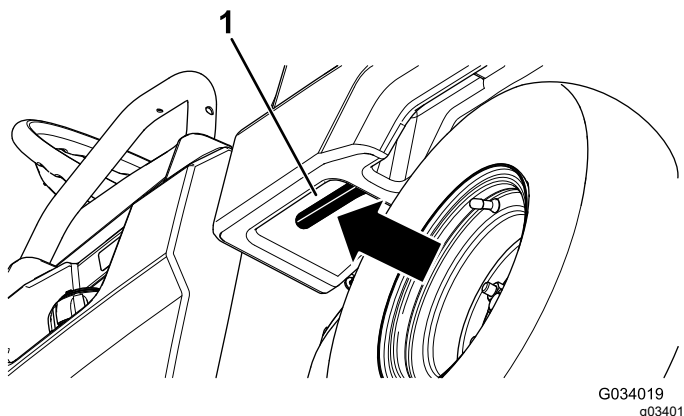

Рисунок 13
1. Потяните рычаг с левой внутренней стороны грузового кузова на себя и поднимите грузовой кузов вверх (Рисунок 13).
1. Немного приподнимите грузовой кузов, нажав вверх на рычаг фиксатора (Рисунок 13).